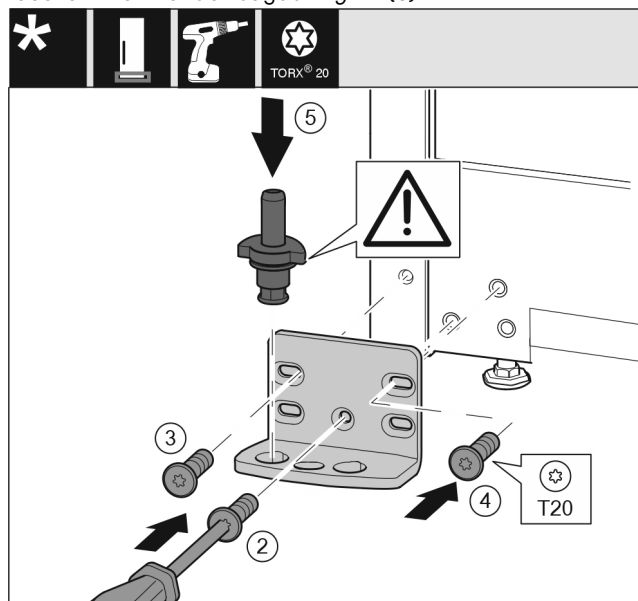

Fig. 18
- Sæt hængselkonsollen på i den anden side, og skru den fast med en skruetrækker T20. Begynd med skruen 2 forneden i midten. Fig. 18 (2)
- Stram skruerne 3 og 4. Fig. 18 (3,4)
- Sæt hængselboltens helt i. Sørg i den forbindelse for, at låsekammen vender bagud. Fig. 18 (5)